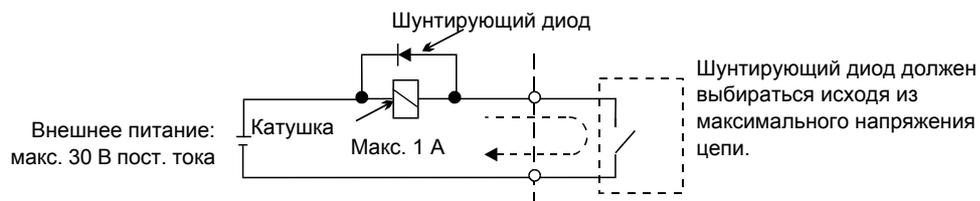

Рис. 2.12 Подключение шунтирующего диода
- \* 3. В случае индуктивной нагрузки, например, обмотки реле, при питании от источника постоянного тока следует включать шунтирующий диод, как показано на Рис. 2.12.